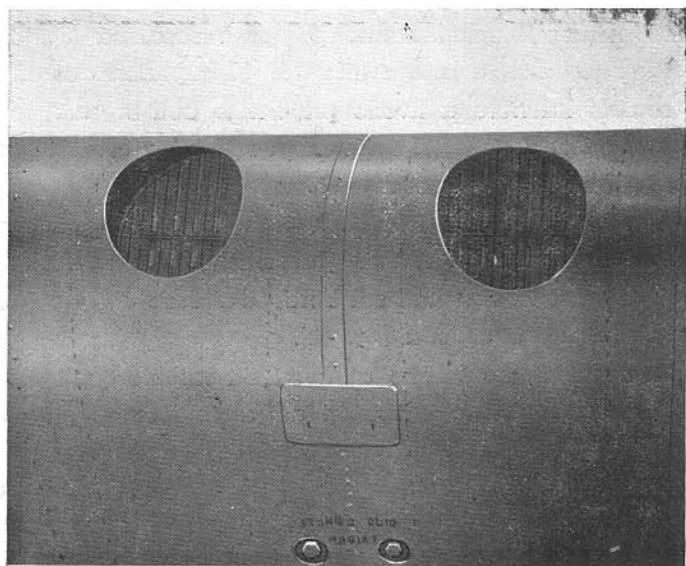

Fig. 45
I 4 radiatori (16) a nido d'api a forma cilindrica hanno una superficie frontale di dm.^2 7,07, una superficie radiante di m.^2 3,8 e sono sistemati sul bordo d'attacco dell'ala, due a destra e due a sinistra (fig. 45).
Nei punti più bassi delle tubazioni e in corrispondenza dai radiatori sono previsti dei tubi con tappi che permettono lo scarico dell'olio (fig. 45), nei filtri invece sono installate valvole (6) per il carico e lo scarico.